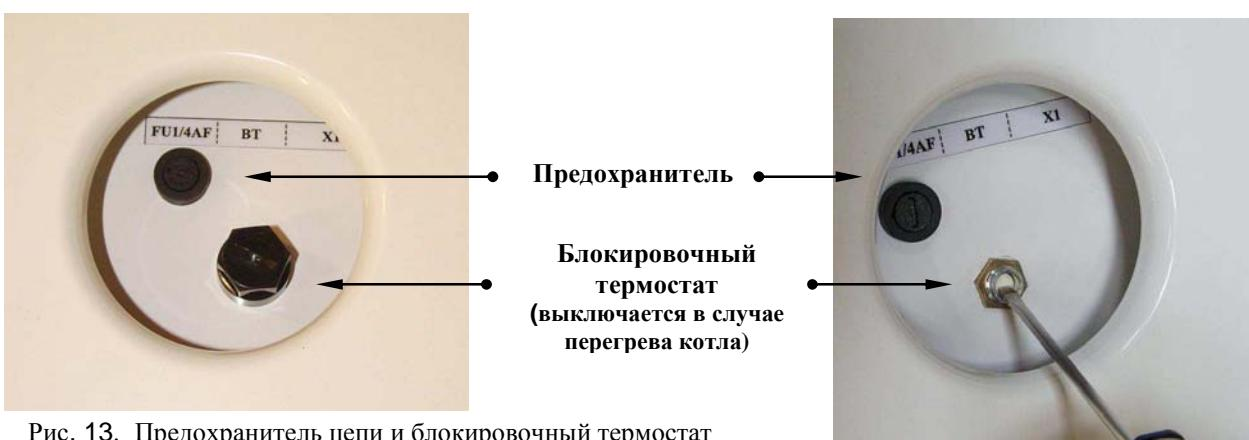

Рис. 13. Предохранитель цепи и блокировочный термостат
- Спустите воздух из водяного насоса (см. Рис.13.), в противном случае существует вероятность увеличения рабочей температуры и шума насоса. Проверьте свободное вращение ротора насоса отверткой.
В случае максимального нагрева воды в кotle прекратите эксплуатацию котла при помощи блокировочного терmostата и отключите котел от сети при помощи главного выключателя. На такое состояние указывает изменение положения пакета главного переключателя и погасшие индикаторы на панели управления. После блокирования можно возобновить эксплуатацию только после устранения поломки, охлаждения воды в кotle до примерно 70 °C, последующего ручного включения блокировочного терmostата на верхней крышке электрошкафа (см. Рис. 13) и главного выключателя. В случае нехватки воды в системе (при недостаточном рабочем напоре) остановите эксплуатацию котла при помощи напорного включателя. На такое состояние указывает центральный индикатор «Ошибка». После блокирования можно возобновить эксплуатацию котла только после долива воды в отопительную систему, чтобы достичь рабочего давления около 1 бара.